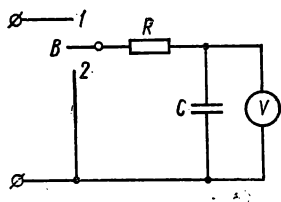
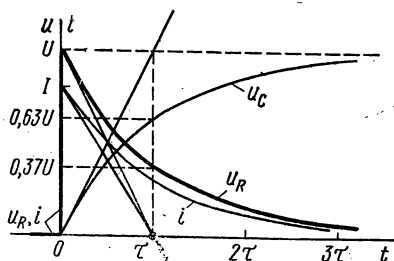

Рис. 2.76
Рис. 2.77
1. При включении конденсатора на постоянное напряжение (рис. 2.76) в цепи возникает электрический ток, пластины конденсатора начинают заряжаться. В первый момент ток от нулевого значения скачком возрастает, затем начинает уменьшаться по экспоненциальному закону (рис. 2.77)
2. За время $t = \tau$ напряжение u_C при зарядке конденсатора возрастает до значения $0,63 U$. Отсюда следует простой способ нахождения τ графическим методом по известной кривой напряжения (рис. 2.77). Приняв зна-
Существует второй способ, он также показан на рис. 2.77. Постоянная времени равна отрезку на прямой напряжения сети U , отсекаемому касательной, которая проведена через точку $t=0$ к кривой напряжения u_C . Если провести касательные к кривым тока и напряжения u_R , то они пересекут горизонтальную ось в момент $t=\tau$.
1. Собрать цепь (см. рис. 2.76) и показать ее преподавателю для проверки.